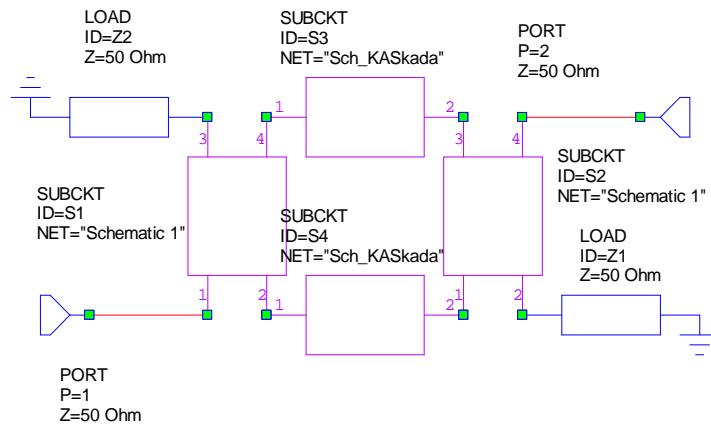

Рис.4
4.3.4. Рассчитать и вывести на графики характеристики балансного каскада усилителя. Рис.4
4.3.5 Рассчитать и вывести на графики характеристики 2-х каскадного усилителя, каждый каскад которого представляет собой балансный усилитель Рис.4